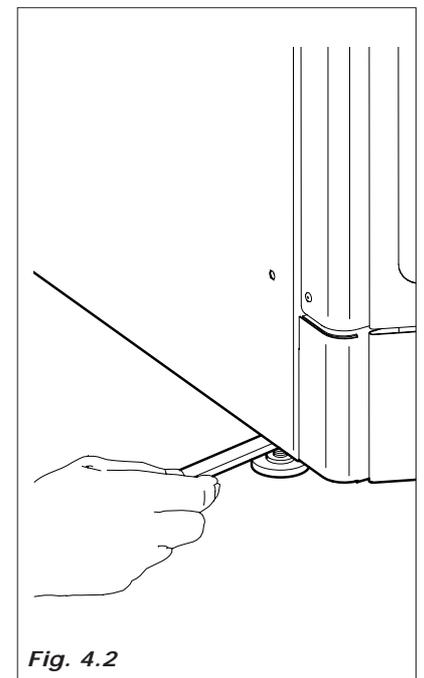

Fig. 4.2
- Nivelar el distribuidor, colocando un nivel sobre el mueble. Asegurarse que el desnivel no es superior a 2° (Fig.4.2).